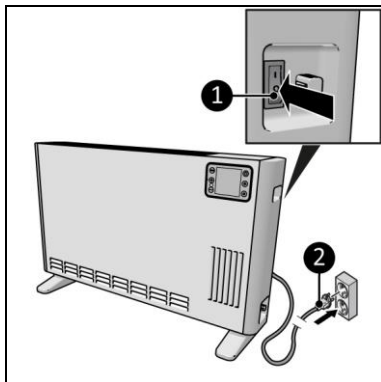

Figure 10
2. Assurez-vous que le commutateur ON/OFF est en position OFF (figure 10, pos. 1).
3. Insérez la fiche d'alimentation (figure 10, pos. 2) dans une prise murale reliée à la terre et facilement accessible. Utilisez une prise murale avec mise à la terre d'une puissance minimale de 2400 watts.
1. Assurez-vous que le commutateur ON/OFF est en position OFF (figure 10, pos. 1).
2. Retirez la fiche d'alimentation de la prise de courant (figure 10).